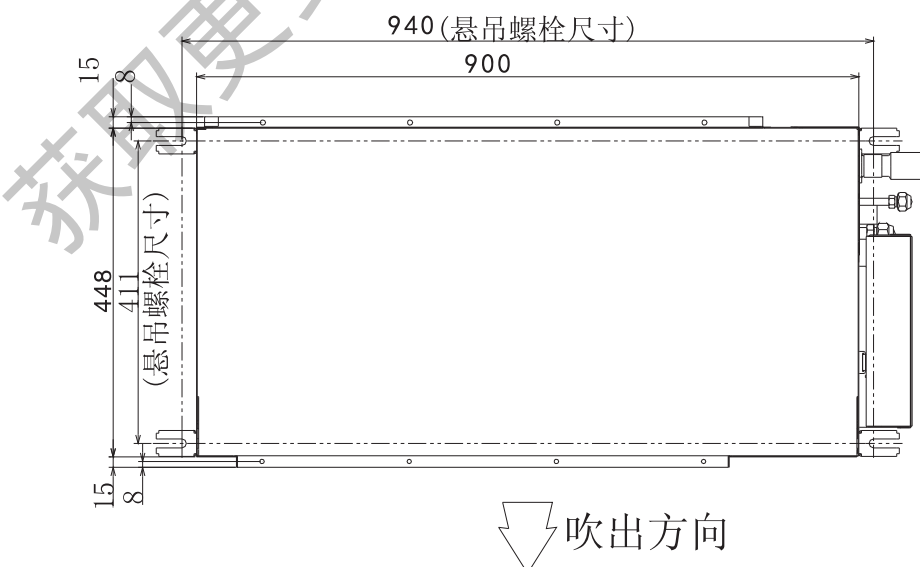

图3 悬吊螺栓
- (1) 标示悬吊螺栓位置、制冷剂管连接位置和排水管连接位置。
- (2) 安装尺寸如图 3 所示。